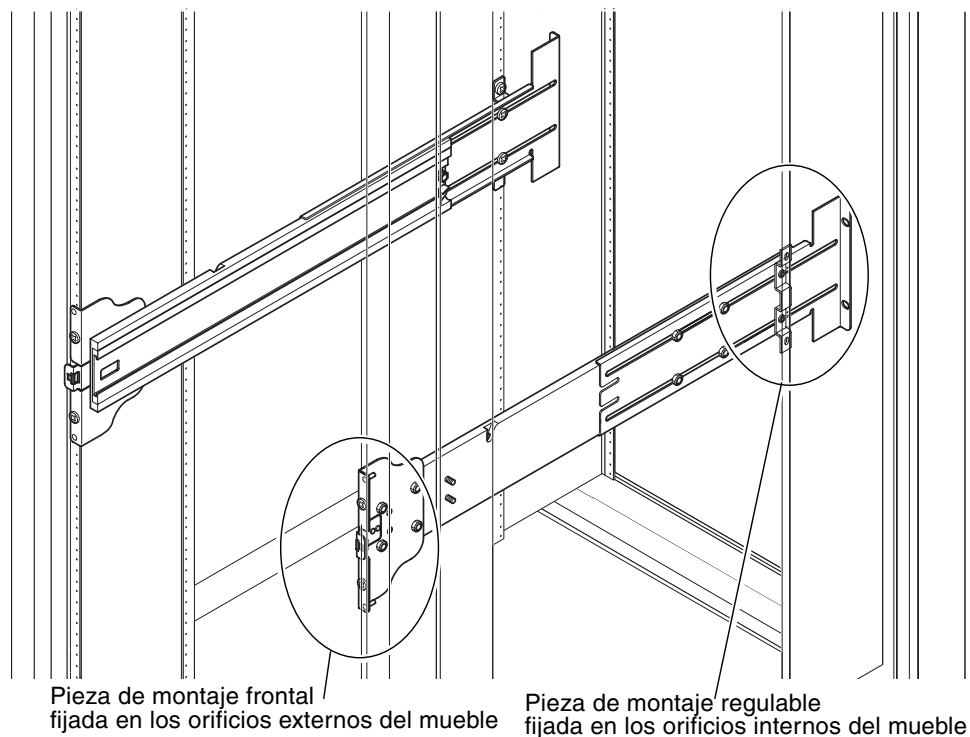

FIGURA 1-4 Instalación del sistema en un mueble Sun Fire
1. Inserte las patillas de la pieza de montaje frontal en los orificios 22 y 33 del mueble (FIGURA 1-4).
1. Inserte las patillas de la pieza de montaje frontal en los orificios 58 y 69 del mueble (FIGURA 1-4).